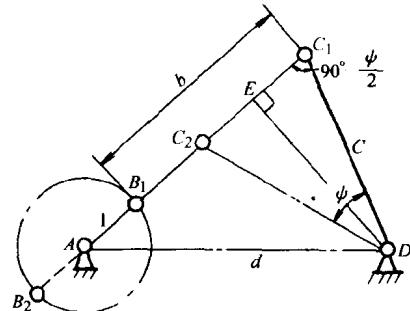

图 3
3. 解 因 $k=1$ ，故极位夹角 $\theta=0^\circ$ 。如图 3 所示，首先画出该机构的两极限位置成一直线；在三角形 C_1DC_2 中，过 D 点作 $\overline{C_1C_2}$ 的垂线并与之交于 E 点。可得 $\angle AC_1D = 90^\circ - \psi/2$ ， $\overline{C_1C_2} = \overline{AC_1} - \overline{AC_2} = (1+b) - (b-1) = 2$ ， $\overline{EC_1} = 1$ ， $\sin(\psi/2) = (\overline{EC_1}/\overline{C_1D}) =$